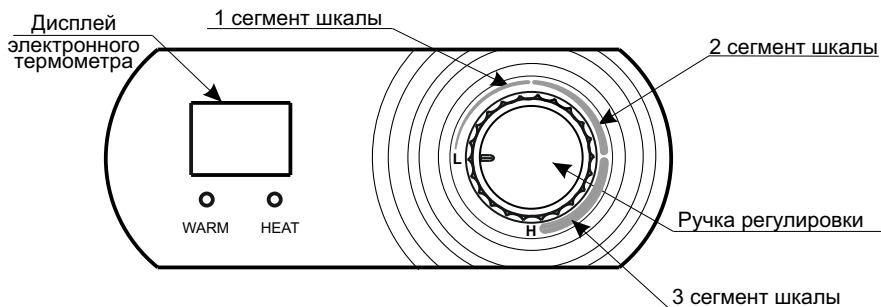

Рисунок 1 - Панель управления
- По желанию потребитель может изменить температуру нагрева воды с помощью ручки регулировки. Поворотом ручки регулировки по часовой стрелке в сторону максимальной установки температуры нагрева воды (на шкале обозначена буквой «**H**»). Ориентировочное положение ручки терморегулятора при нагреве воды до 60 °С - середина 3 сегмента шкалы. При максимальном нагреве воды ручка регулировки должна быть установлена в положение «**H**» - нагрев до 75 °С (см. рисунок 1).